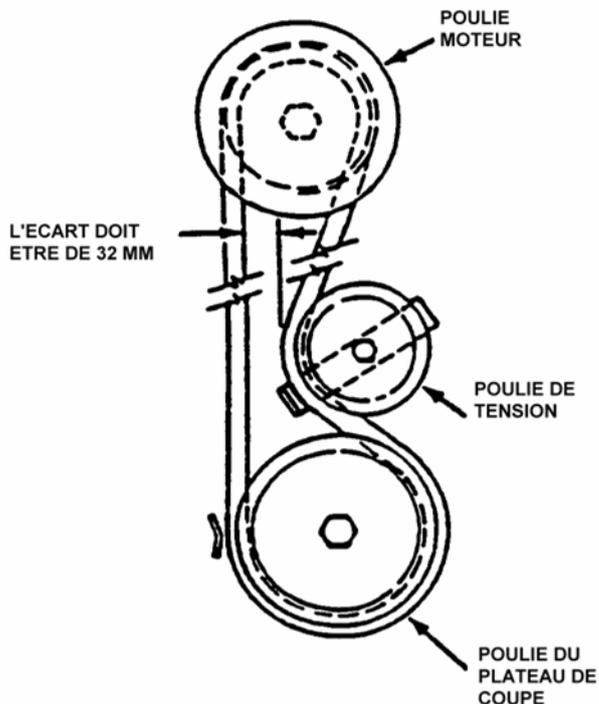

FIGURE 3.4
4. Une fois le moteur coupé et le plateau de coupe sur la 3e position de hauteur de coupe, amenez le levier d'embrayage de la lame sur la position lame embrayée (ON) puis relâchez la pédale d'embrayage de la lame.
5. **Plates-formes de 64 cm, 71 cm et 76 cm :** Mesurez l'écart au niveau de la poulie de tension. Voir la figure 3.4. L'écart doit être de 32 mm, il ne doit pas être inférieur à 25 mm. Si c'est le cas, la tension de la courroie doit être réglée. Référez-vous à la section REGLAGE DE LA TENSION DE LA COURROIE D'ENTRAÎNEMENT DE LA LAME.